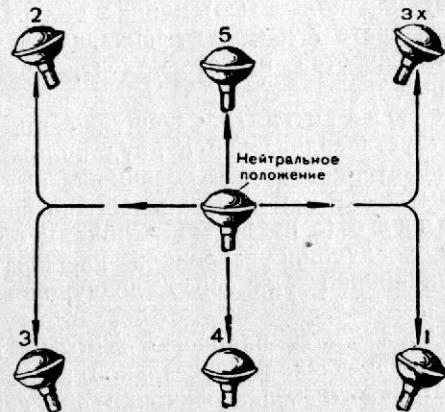

Рис. 26. Схема положений рычага коробки перемены передач
14. Рычаг 9; служит для переключения передач. Схема положений рычага переключения передач показана на рис. 26.